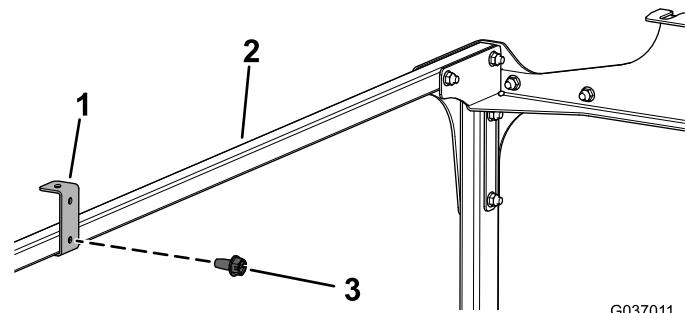

Figura 12
12. Montate le 2 staffe di supporto del tetto sui tubi di collegamento trasversale utilizzando 2 viti autofilettanti (1/4 x 1/2") come illustrato nella Figura 12.